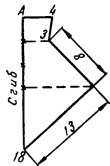

Рис. 300. Построение чертежа ластовицы к лифу комбинированного платья с цельнокроеным рукавом
**Ластовица.** Проводят вертикальную линию (рис. 300), равную 18 см (для всех размеров), с вершиной в точке А. Вертикальную линию А18 делят на две равные части и обозначают точкой деления. От точки деления вправо проводят горизонтальную пунктирную линию, затем кладут линейку на точку 18 и на пунктирную линию так, чтобы расстояние от точки 18 до пунктирной линии было равно 13 см.